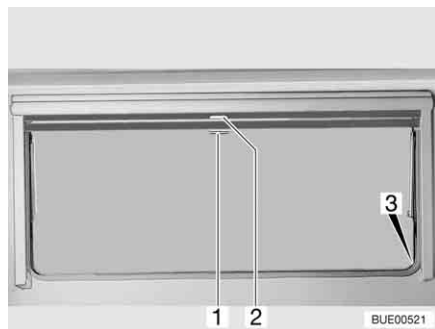

Bild 78 Överkantshängda fönster
- Drag ned mörkläggningsrullgardinen med handtaget (Bild 78,2). När mörkläggningsrullgardinen dras ned helt fäster man det i spärrarna (Bild 78,3) på båda sidorna på fönsterkarmen.
- När mörkläggningsrullgardinen är helt neddragen: Tryck ned handtaget (Bild 78,2) och drag det något inåt. Nu kan man ta loss mörkläggningsrullgardinen ur spärrarna på båda sidorna av fönsterkarmen.
- När mörkläggningsrullgardinen inte är helt neddragen: Drag handtaget (Bild 78,2) lätt nedåt tills spärren släpper.
Stänga: ■ Drag ner insektsnätet med handtaget (Bild 78,1) och fäst det i spärrarna (Bild 78,3) på båda sidorna av fönsterkarmen.
Öppna: ■ Tryck ned handtaget (Bild 78,1) och drag det något inåt. Lossa insektsnätet ur spärrarna på båda sidorna av fönsterkarmen.